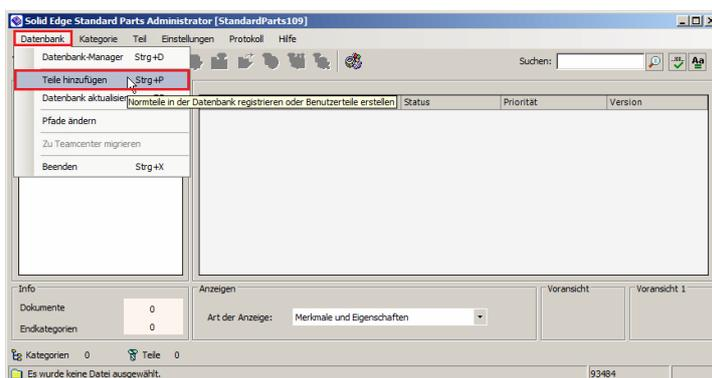

Abbildung 22
- 5.3. Um die Datenbank zu füllen, wählen Sie im Reiter Datenbank -> Teile hinzufügen (*Abb. 22*).